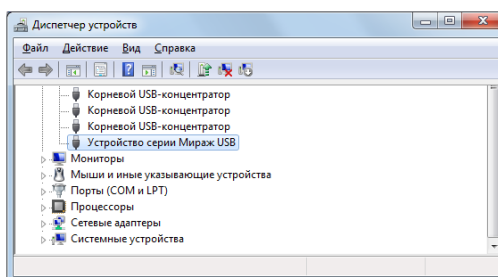

Рис. 5.7. Отображение устройства с установленным USB-драйвером
7. По окончании установки откроется окно с уведомлением о том, что драйвер установлен. Нажмите в нем кнопку *Заккрыть*. После установки драйвера в окне *Диспетчер устройств* появится строка *Устройство серии Мираж USB* (рис. 5.7).